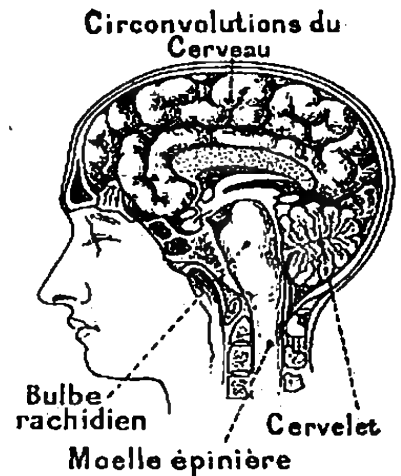

Fig. 156. — Coupe du crâne montrant le cerveau et ses annexes.
2. Le cerveau (fig. 156). — C'est une substance molle qui remplit la cavité du *crâne*. Il faut distinguer le *cerveau proprement dit* et le *cervelet*.